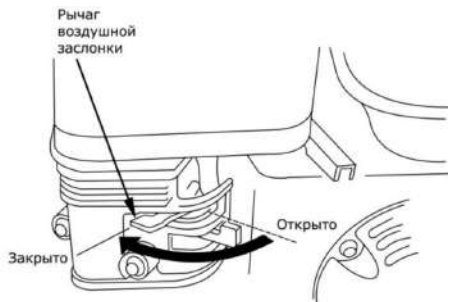

Рис. 8
- Поставьте рычаг привода воздушной заслонки (рис. 8) в следующее положение: